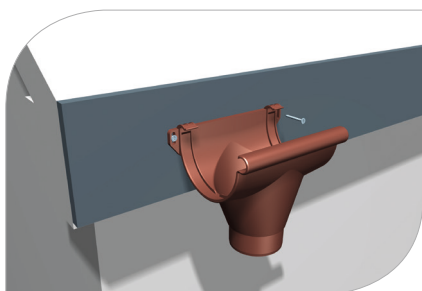

рис. 7
- 3.1 Определите место воронки, помните, что это всегда самый низкий пункт водосточной системы (**рис. 7**)